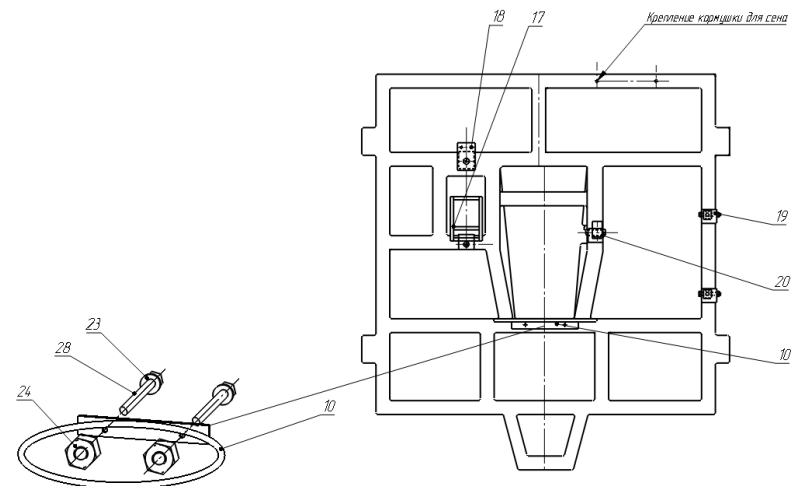

Рис.6 Схема установки оборудования на переднюю стенку ограждения бокса.
3. На переднюю стенку ограждения закрепить следующие приспособления см. Рис.6:
- Кронштейн (11) к скобе поилки (18) крепежными деталями (22, 23, 24).
Для кормления грубыми кормами кормушка (9) устанавливается в обод кормушки (10). (Рис.6)